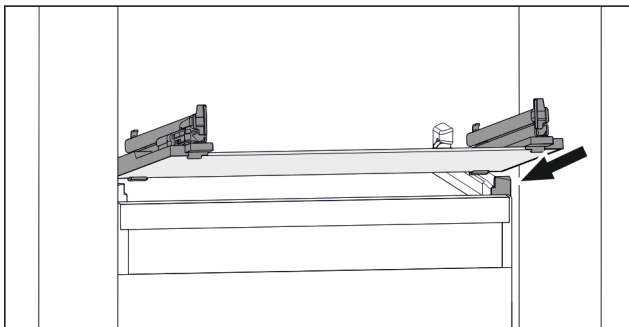

Fig. 53 Beispielhafte Darstellung der Glasplatte
- ▶ Glasplatte schräg hinter den Stopperrahmen aufsetzen. (siehe Fig. 53)